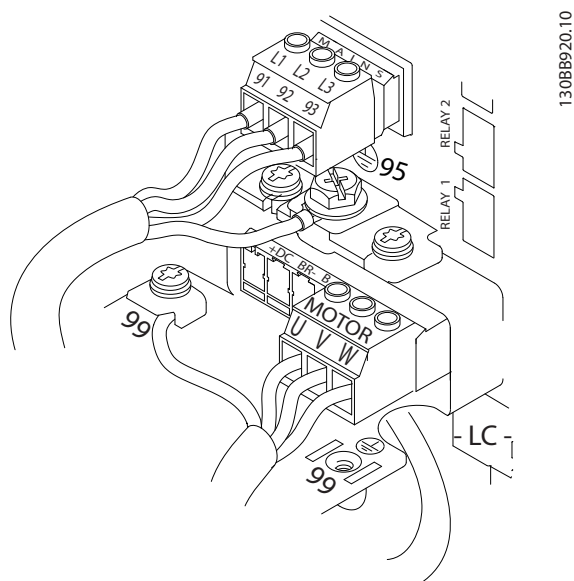

Ilustración 2.8 Ejemplo de cableado de motor, red y toma de tierra
La *Ilustración 2.8* representa la entrada de red, motor y toma de tierra para convertidores de frecuencia básicos. Las configuraciones actuales pueden variar según los tipos de unidades y el equipo opcional.
- Conecte el cableado de potencia de entrada de CA trifásica a los terminales L1, L2 y L3 (consulte la *Ilustración 2.8*).